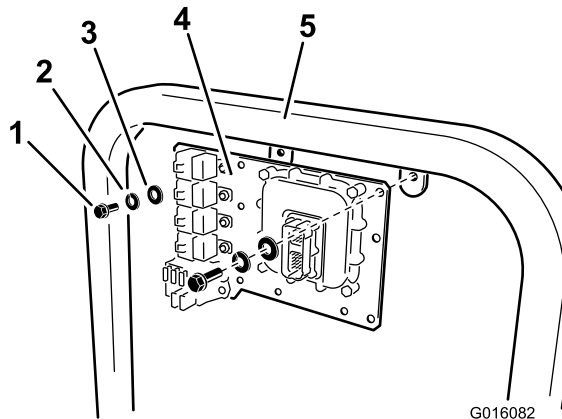

Figure 14
A. **Pour les modèles Multi-Pro 1200 et 1250**, fixez la plaque de montage avec 2 boulons (5/16 x 3/4 pouce), 2 rondelles de blocage (5/16 pouce) et 2 rondelles plates, comme illustré à la Figure 14.